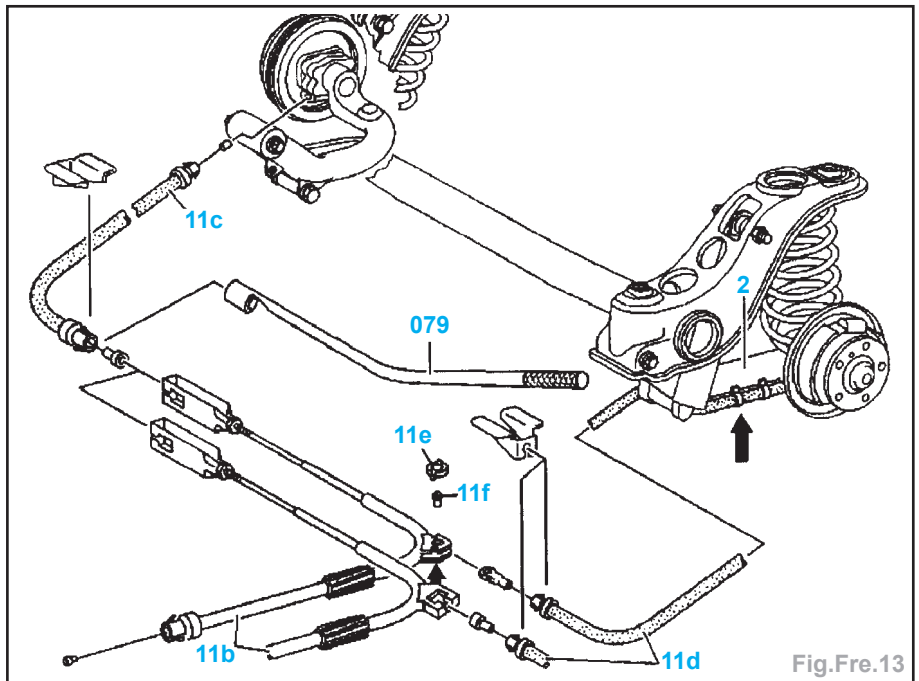

Fig.Fre.13
- Décrocher le câble de frein arrière gauche (11d) du câble de frein avant (11b) (Fig.Fre.13).
- Déposer les câbles de freins arrière gauche (11d) et droit (11c) à l'aide de l'outil (079) des brides de retenue sur le plancher.
- Déclipser les câbles de freins arrière gauche (11d) et droit (11c) du bras oscillant (2) (flèche).